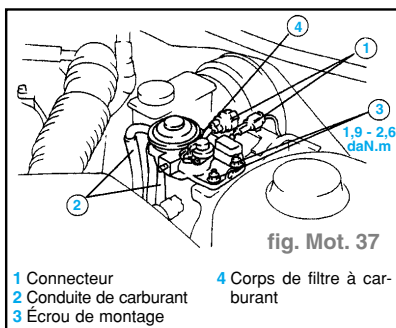

fig. Mot. 37
- Effectuer la dépose dans l'ordre indiqué. (Fig. Mot. 37)